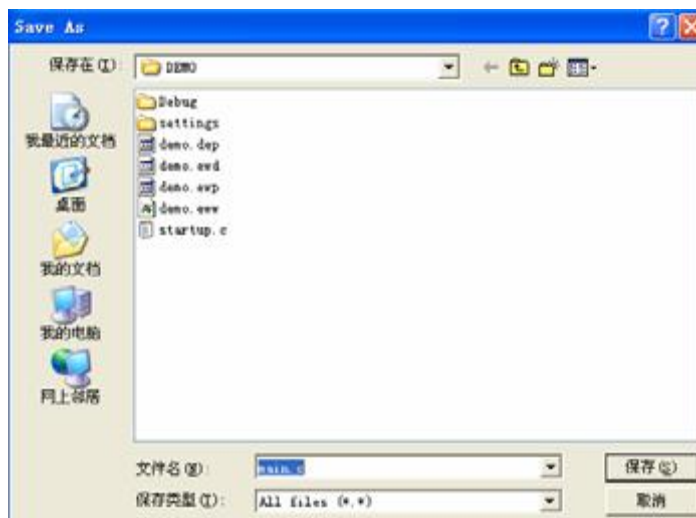

图 3.12 另存为对话框
□ 在src 组中新建需要的main.c 文件或添加已有的main.c 文件，即主程序在这里编辑。这里新建一个main.c，首先单击src 组，选择File > New > File（也可以选择Newdocument），将在窗口中出现一个空白页，再选择File > Save，弹出另存为对话框，保存在D:\DEMO，保存为main.c，如图 3.12 所示。